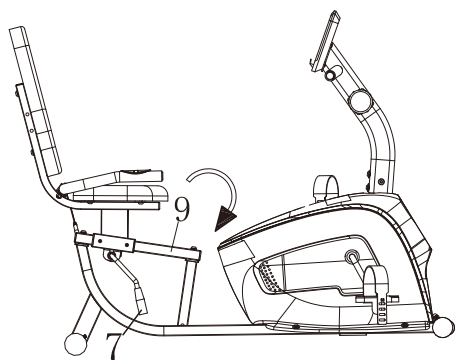

Fig 1
Poussez la poignée de frein (#7) vers le bas pour desserrer (voir Fig. 1). Ensuite, vous pouvez déplacer le cadre du coussinet (4) pour trouver une position adaptée sur le tube réglable (#9). Tirez la poignée de frein (#7) vers le haut pour serrer (voir Fig. 2).